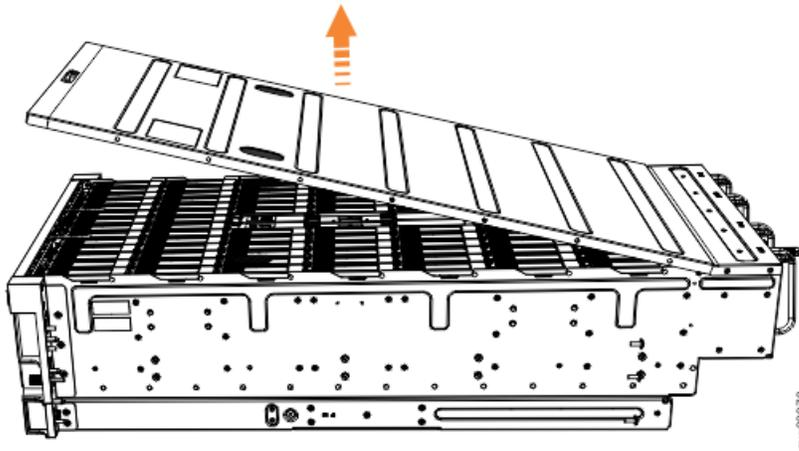

図 21. Model 092 エンクロージャー・カバーの取り外し
3. 47 ページの図 21 に示すように、カバーを慎重に持ち上げます。